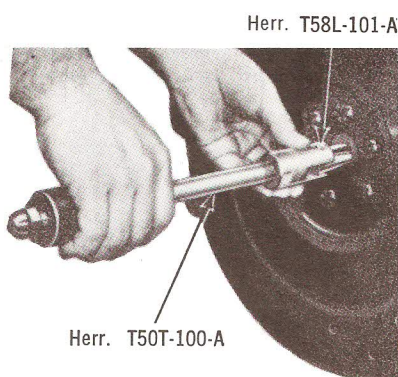

Fig. 35 — Desmontaje de Buje de Guía de Embrague. Típico
2. Utilizando las herramientas N° T50T-100-A y T58L-101-A, saque el buje de guía (Fig. 35).